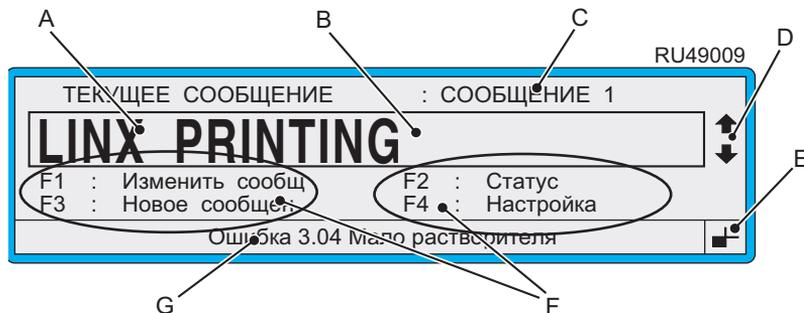

Рисунок 3-1 Индикаторы экрана Текущее сообщение
- Находясь в экране **ТЕКУЩЕЕ СООБЩЕНИЕ**, убедитесь, что вы видите **Индикаторы курсора выбора сообщения** (см. Рисунок 3-1 на стр. 28), если нет, то нажмите функциональную клавишу [F1], чтобы остановить печать.
Опции, отображаемые слева от экрана **ТЕКУЩЕЕ СООБЩЕНИЕ**, отображаются вновь (см. Рисунок 3-1 на стр. 28), и состояние принтера изменяется на “Струя вкл”.